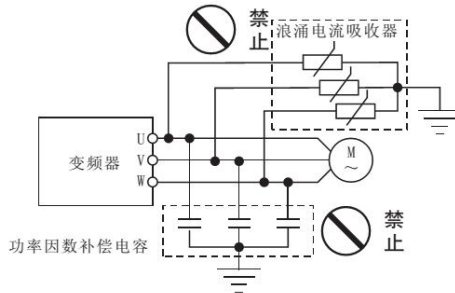

图 1-3
- 由于变频器的输出电压是 PWM 脉冲波，因此在其输出端请不要安装电容或浪涌电流吸收器（如压敏电阻），否则将会导致变频器出现故障跳闸，甚至功率元件的损坏。如已有安装的，请务必拆除。见图 1-3 所示。